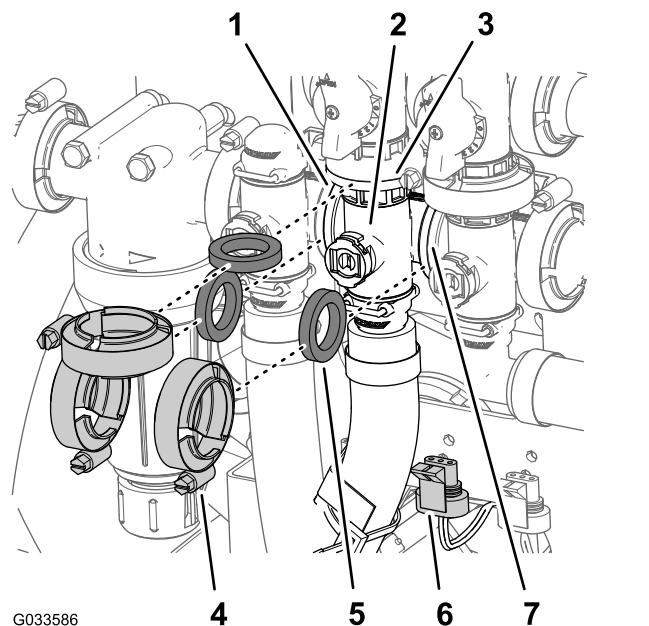

Figura 115
1. Rimuovete i 3 morsetti flangiati e le 3 guarnizioni che fissano il collettore della valvola dell'agitatore (Figura 115) alla valvola di bypass dell'agitatore, alla valvola di controllo del volume e alla valvola principale delle barre.